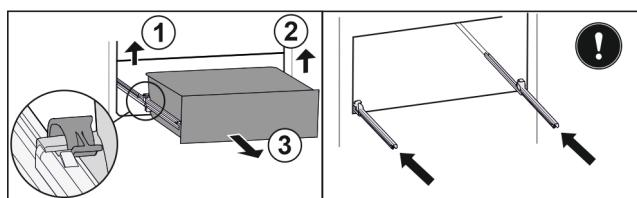

Fig. 100
- Linke Klemme anheben und gleichzeitig Schubfach links nach vorne ziehen. Fig. 100 (1)
- Rechte Klemme anheben und gleichzeitig Schubfach rechts nach vorne ziehen. Fig. 100 (2)
- Schubfach nach vorne entnehmen. Fig. 100 (3)